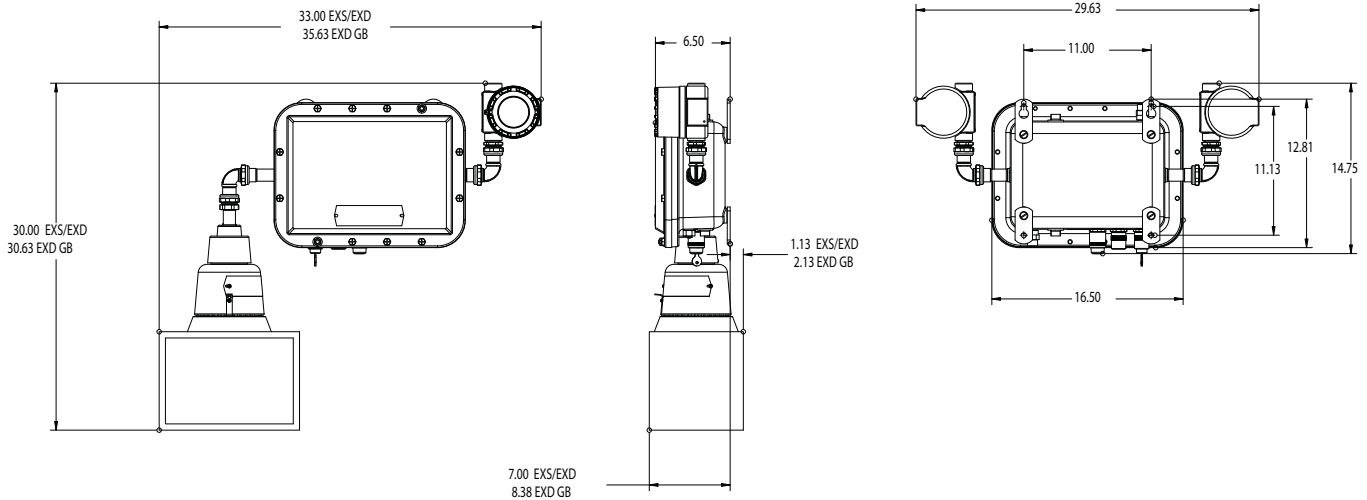

Figure 1. Dimensions du ELPS502 et du ELPS502 EXS / EXD
1. Sélectionner un emplacement convenable pour le montage du bloc d'alimentation et des luminaires associés qui soit suffisamment solide et rigide pour les supporter. La figure 1 illustre les dimensions globales et les dimensions assemblées pour les quatre types de fixation.